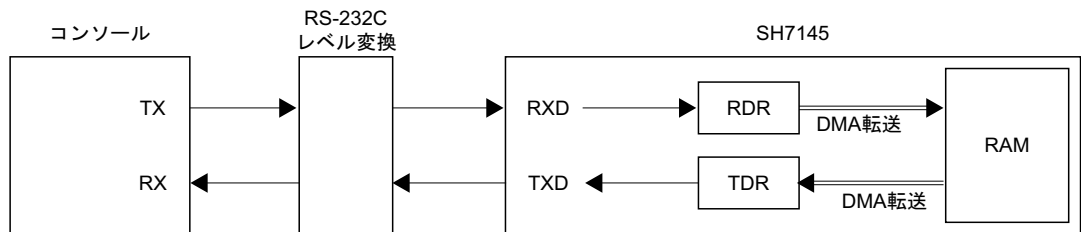
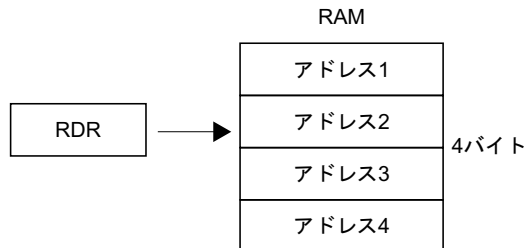

図 2.37 SH7145 による RAM 上データの SCI 転送ブロック図
図 2.38 DMAC を用いたデータ転送（転送元直接アドレス）
- (1) 図2.37に示すように、SH7145のSCIを調歩同期式モードで使用し、コンソールから送信されたRAM参照アドレス（4バイトデータ）を受信し、その内容をRAM上からとり出しSCIでコンソールに送信します。
- (2) 転送プロトコルは19200bps、8ビットデータ、1ストップビットおよびノンパリティとします。
- (3) RDRからRAMへのデータ転送は、図2.38に示すようにDMACの直接アドレスモードを使用し、RDRの受信データをRAM上に格納します。